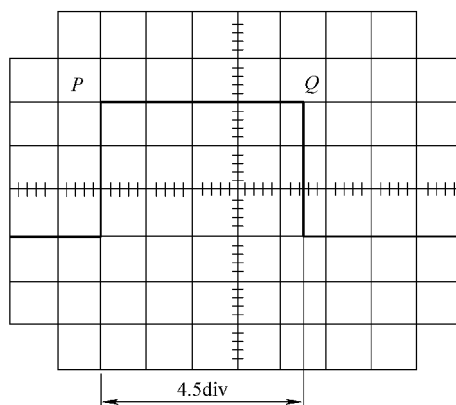

图 4-15 时间测量
1) 按被测信号的重复频率或信号波形上两特定点 P 与 Q 的时间间隔, 选择适当的“t/div”扫速挡级, 使两特定点的距离在屏幕的有效工作面内到达最大限度, 以便提高测量精度, 如图 4-15 所示。